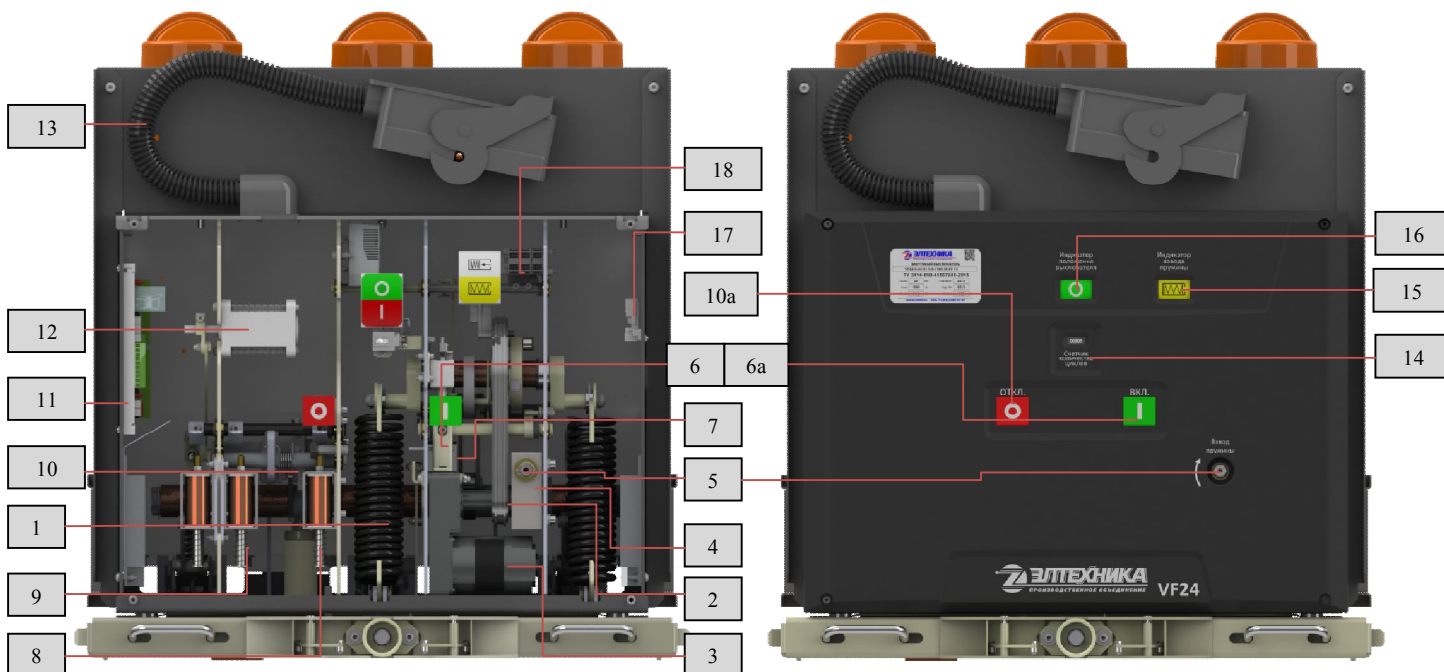
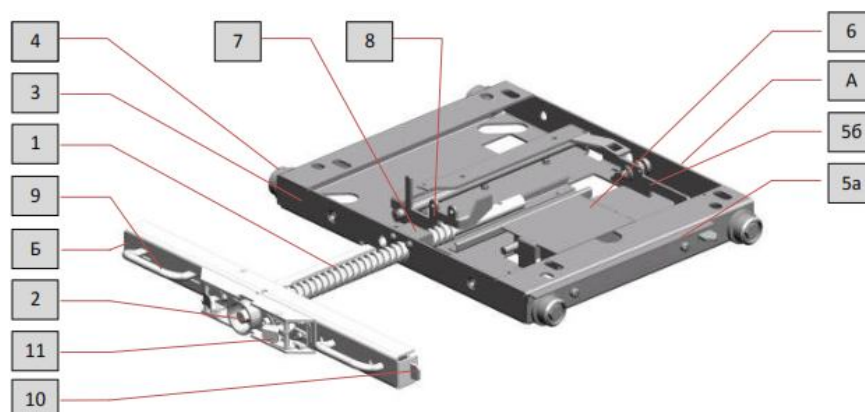
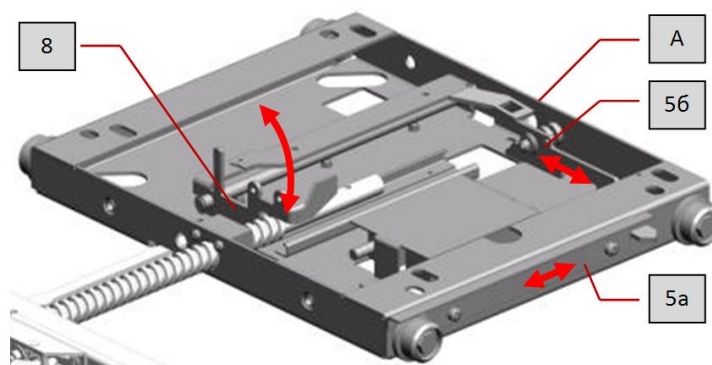

Рис. 3 Привод выключателя:
Рис. 5 Тележка аппаратная:
Рис. 6 Механические блокировки:
Привод выключателя (рис. 3) представляет собой механизм, обеспечивающий размыкание и замыкание контактов ВДК с характеристиками, необходимыми для нормального функционирования выключателя.
Тележка аппаратная (рис. 5) состоит из подвижной части (А), к которой крепится выключатель при помощи 4 болтовых соединений М12, и неподвижной (Б), являющейся опорой червячно-винтового механизма привода подвижной части. Перемещение подвижной части относительно неподвижной осуществляется посредством винта (1) при помощи рукоятки оперирования выкатным элементом (рис. 13), которая устанавливается в гнездо (2).
1.4.1.5.1. Механическая блокировка перемещения выкатного элемента (11) при открытой двери ячейки препятствует установке рукоятки оперирования выкатным элементом в гнездо (2) (рис. 5).
обозначения согласно рис. 5
1.4.1.5.2. Внешняя механическая блокировка расположена на правой боковой стенке основания (3) тележки аппаратной и предназначена для обеспечения двусторонней механической связи с заземлителем и другими коммутационными аппаратами ячейки (рис. 5). Нажимная планка блокировки заземлителя (5а) управляет шторкой гнезда оперирования заземлителем, разрешая оперирование им только в контрольном (выкаченном) положении выключателя. С другой стороны, механизм заземлителя воздействует на планку блокировки винта привода тележки (5б), утапливая ее внутрь основания (3), при включенном заземлителе. Планка блокировки винта привода (5б), в свою очередь, через систему рычагов блокирует винт (1) привода тележки аппаратной (рис. 6).
1.4.1.5.3. Механическая блокировка включения выключателя (8) запрещает перемещение подвижной части (А) тележки аппаратной из фиксированного положения (рабочего или контрольного) при включенном выключателе, а также блокирует включение выключателя в промежуточном положении подвижной части (А) тележки аппаратной(рис. 6).
1.4.1.5.5. Блокировка от повторного включения препятствует подаче команды на повторное включение выключателя в отключенном положении. Блокировка реализована на плате управления X1 (11) (рис. 3) в схеме цепей управления выключателем (Приложение 2). Она препятствует подаче команды на электромагнит включения в дистанционном режиме.
Блок-контакты выключателя (12) (рис. 3) и блок-контакты силовой пружины (18) расположены на приводе выключателя. Блок-контакты тележки аппаратной (6) (рис. 5) расположены на подвижной части (А) тележки аппаратной.